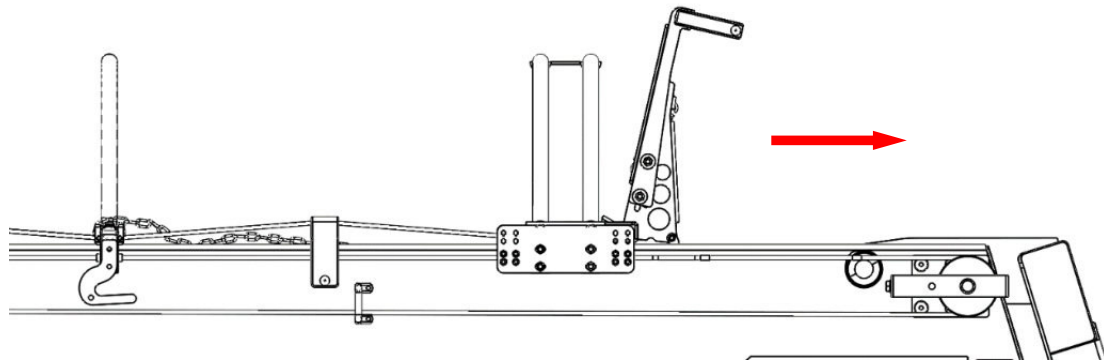

Abb. 1
6. Fahren Sie die Abdeckplane aus (manuell oder elektrisch je nach eingebauter Ausführung) und decken Sie die Mulde ab (Abb. 1).